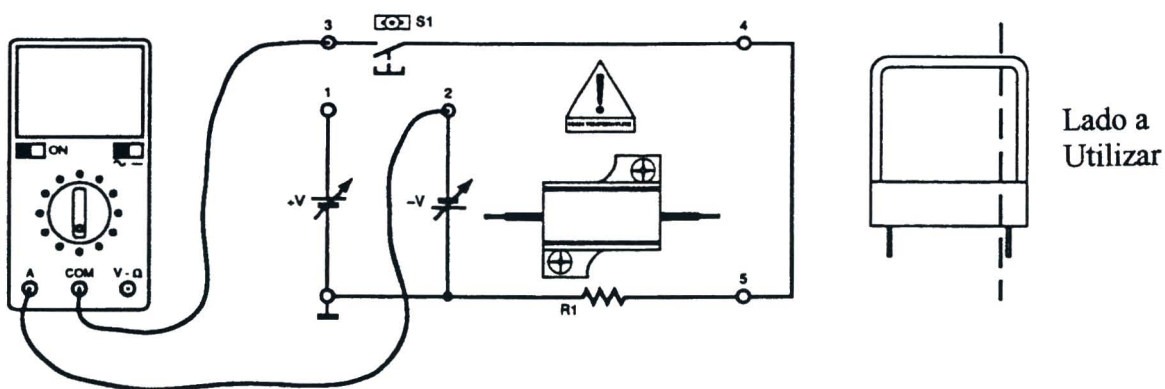

Fig.1.2b
- 12) Conectar el amperímetro entre el jack 2 y el jack 3 (Fig.1.2b)